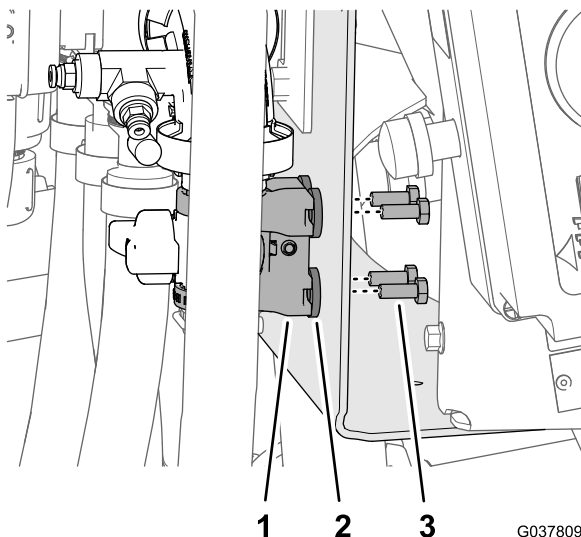

Figura 92
4. Montate la staffa in nylon e le rondelle sul supporto delle valvole con 4 bulloni (6 x 16 mm), come illustrato nella Figura 92.